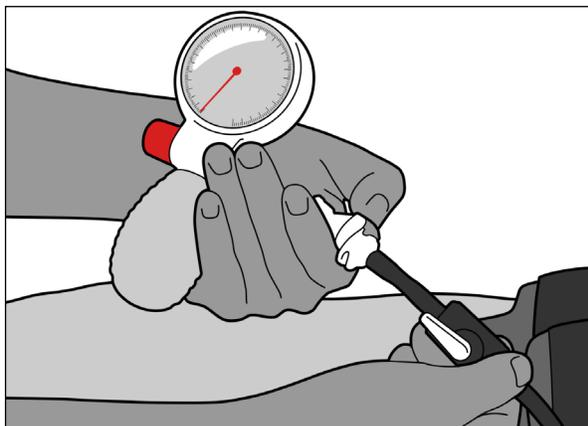

Рис. 16
1. Отсоедините быстроразъемный фитинг. Откройте запорный клапан и выпустите воздух из камеры (рис. 16 и 17).